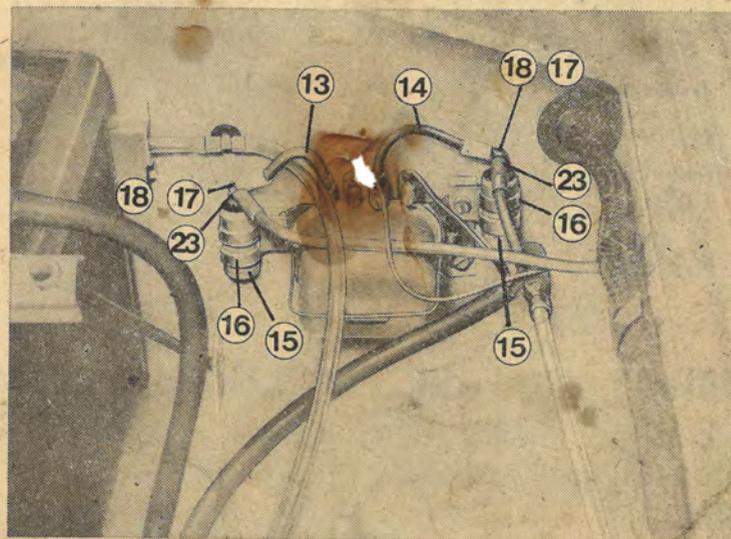

Bild 9 Entstörung des Reglerschalters
Zur Entstörung des Reglerschalters werden links und rechts je ein Entstörkondensator (15) mit Schellen (16) an den Befestigungsschrauben des Reglerschalters befestigt (siehe Bild 9).
Leitung (14) an der Klemme D + des Reglerschalters angeschraubt. Die Originalleitung und die Zusatzleitung werden mit einer Schraube (18) und Federring (17) am rechten Entstörkondensator angeschlossen (siehe Bild 9). Die Originalleitung (rot) zur Klemme 51 wird abgeklemmt und ein Kabelschuh (23) angequetscht und verlötet.
Leitung (13) an der Klemme 51 des Reglerschalters angeschraubt. Die Originalleitung und die Zusatzleitung werden mit einer Schraube (18) und Federring (17) am linken Entstörkondensator angeschlossen (siehe Bild 9).